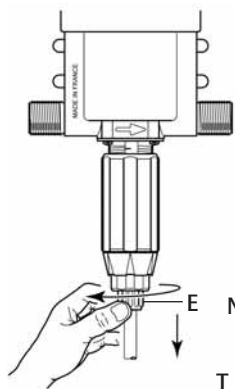
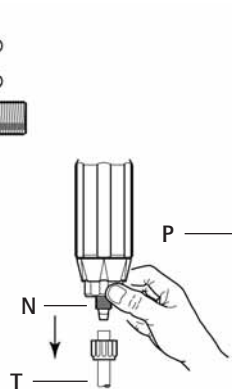

Fig. 16
Fig. 17
- Dévisser l'écrou (Fig. 16-E) et enlever le tuyau d'aspiration (Fig. 17-T).
- Dévisser et enlever l'écrou (Fig. 17-N).
- Tirer vers le bas pour dégager l'ensemble du clapet d'aspiration (Fig. 17).